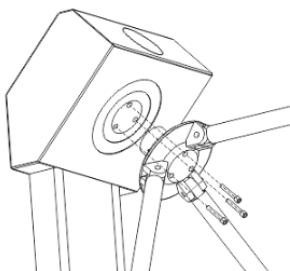

Рисунок 4. Установка ступицы со штангами ограничителями
- Прикрутите ступицу турникета монтажными винтами из комплекта поставки используя шестигранник 8 мм см.рис.4.